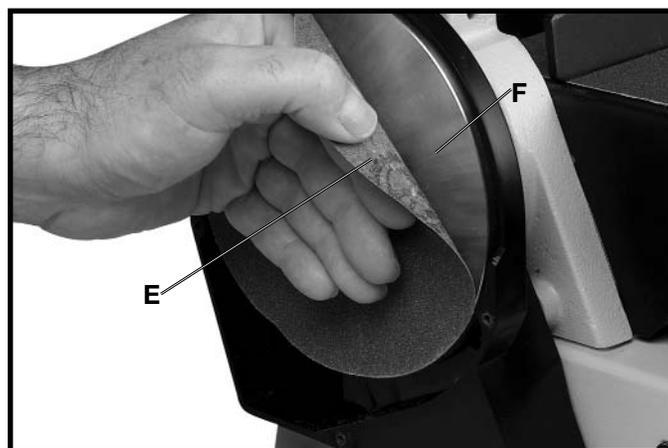

Fig. 44
4. Pelez le vieux disque (E) comme il est illustré à la figure 44.
5. Assurez-vous que le plateau du disque (F) fig. 44, est propre et pelez le protecteur du disque de ponçage neuf. Appliquez fermement en position le nouveau disque de ponçage au plateau (F) et remontez le carter inférieur et la table enlevés aux **ÉTAPES 2 et 3**.